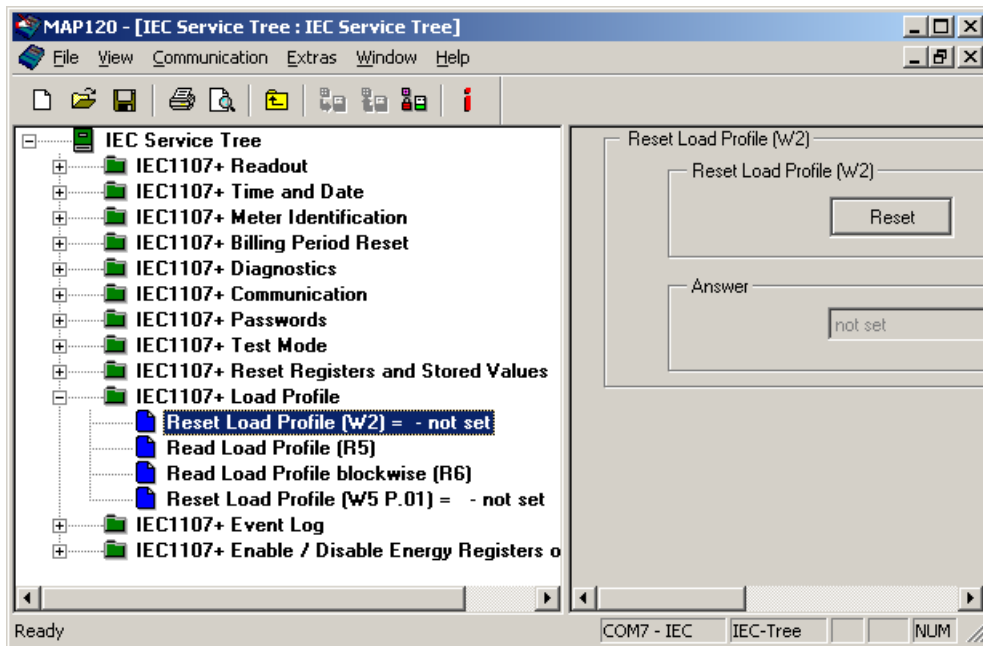

Рис. 7. Обнуление профиля мощности.
3. В меню программы “MAP120” *IEC1107+ Load Profile* → *Reset Load Profile (W2) = - not set* нажать кнопку **Reset** (см. рис. 7).